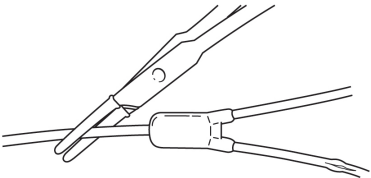

Fig. 10
1. Preparar el área. Pinzar firmemente el catéter distalmente a la conexión en Y empleando unas pinzas con goma de protección (Fig. 10).